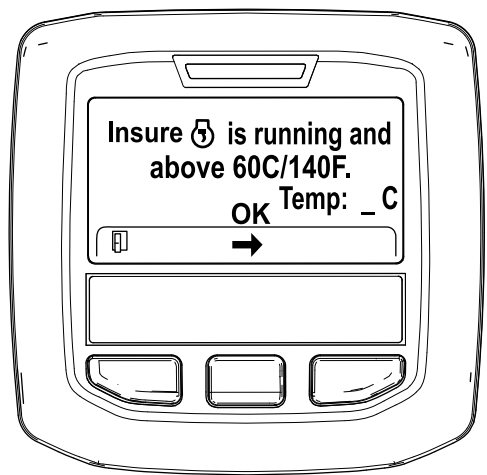

図 45
5. 冷却液の温度が 60°C (140°F) 未満の場合には、Insure is running and above 60C/140F” エンジン作動と冷却水を確認と表示される 図 45。